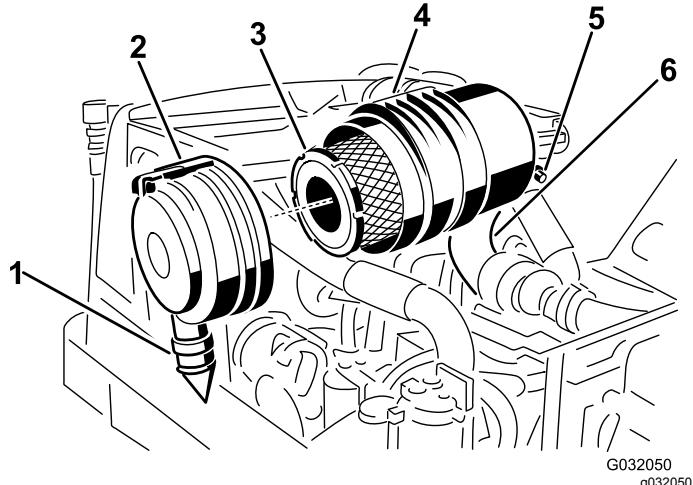

Рисунок 46
- Снимите фильтр грубой очистки (Рисунок 46).
3. Замените фильтр грубой очистки (Рисунок 46).
7. Установите крышку так, чтобы резиновый выпускной клапан находился в нижнем положении — примерно между «5 и 7 часами» при взгляде с торца, и зафиксируйте защелку (Рисунок 46).